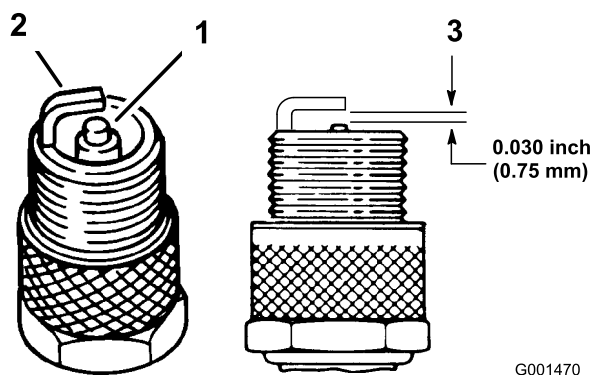

Figura 27
1. Mire la parte central de las bujías (Figura 27). Si se observa un color gris o marrón claro en el aislante, el motor está funcionando correctamente. Si el aislante aparece de color negro, significa que el limpiador de aire está sucio.
3. Compruebe la separación entre los electrodos central y lateral (Figura 27). Si la distancia no es correcta, doble el electrodo lateral (Figura 27).